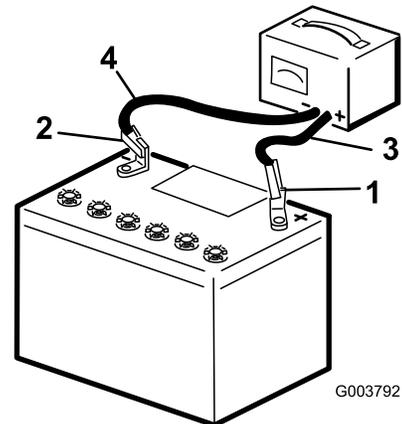

Figura 41
2. Carregue a bateria com um carregador de bateria de 3 a 4 amperes, durante 4 a 8 horas (Figura 41). Não carregue demasiado a bateria.
3. Quando a bateria estiver totalmente carregada, desligue o carregador da tomada elétrica e em seguida desligue os cabos do carregador dos bornes da bateria (Figura 41).